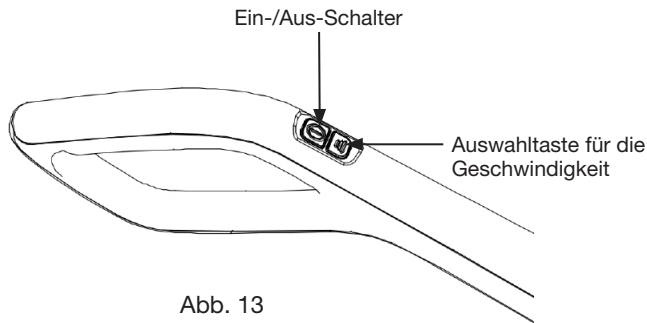

Abb. 13
1. Drücken Sie auf den Ein-/Aus-Schalter am Griff (Abb. 13). Das Gerät startet standardmäßig mit hoher Geschwindigkeit und die Ladeanzeige leuchtet blau.
2. Drücken Sie auf die Auswahltaste für die Geschwindigkeit zur Einstellung der langsamen Geschwindigkeit (Abb. 13). Drücken Sie noch einmal auf die Taste, um die hohe Geschwindigkeit einzustellen. Die Akkulaufzeit bei langsamer Geschwindigkeit beträgt 60 Minuten, bei schneller Geschwindigkeit 30 Minuten.